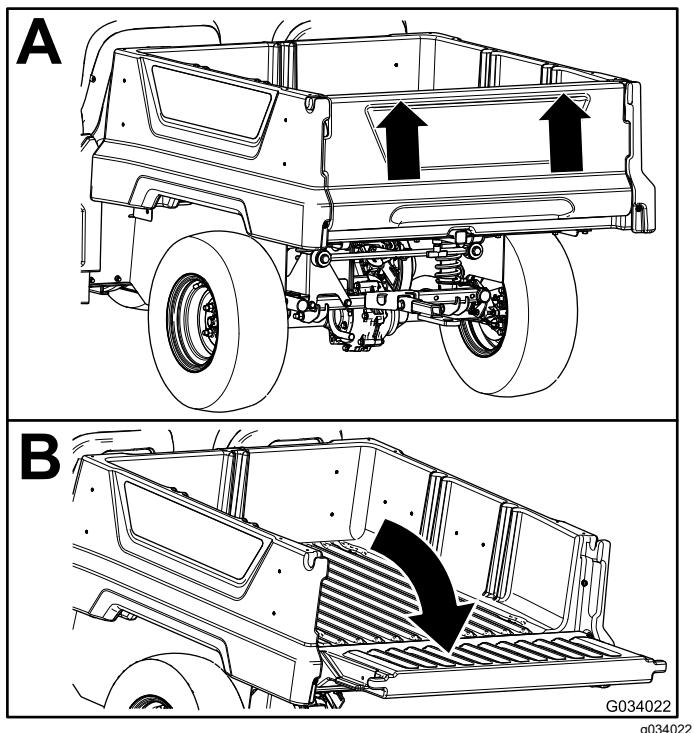

図 15
- 両手でテールゲート上部の峰の部分をつかんでテールゲートを持ち上げる図 15)。
- 荷台と面一になるまで、テールゲートを下げる図 15)。